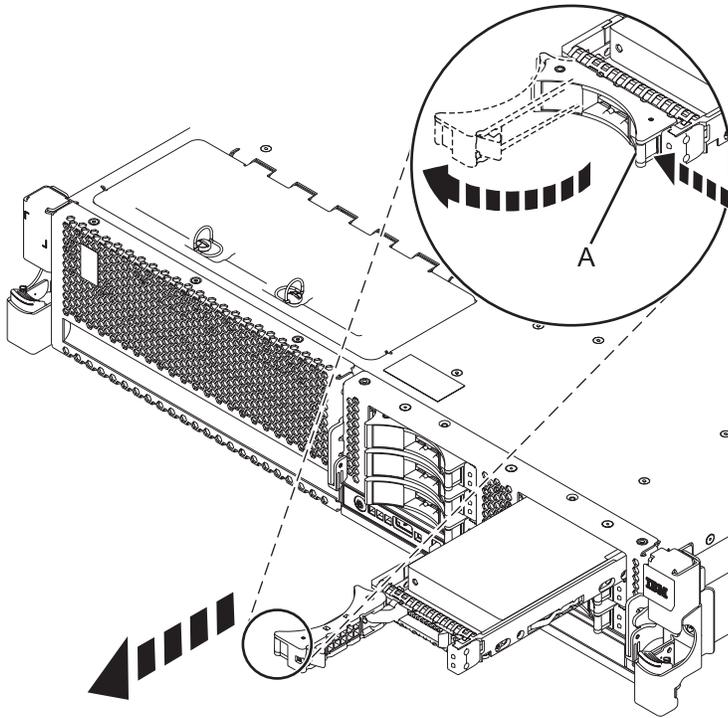

Abbildung 14. Plattenlaufwerk aus System ausbauen
- Wenn die Kennzeichnungsanzeige blinkt, entriegeln Sie den Griff des Laufwerks, indem Sie ihn zusammendrücken und zu sich hin nach außen ziehen (siehe Abb. 14 auf Seite 24).